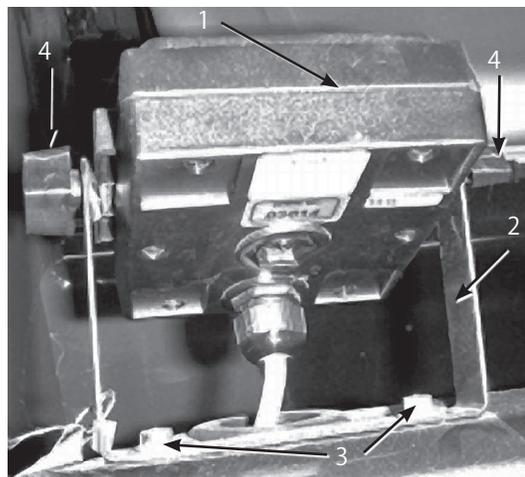

図3
1. モニタのブラケットをダッシュボードに取り付ける (図3:フランジヘッド・ボルト (1/4 x 3/4) 2本とフランジ・ナット (1/4) 2本を使用)。
2. キャリッジボルト、ゴム・ワッシャ、ノブ各2個を、図3および4のように仮止めする。
6. ブラケットにスプレープロを取り付け(図3)、ノブで固定する。